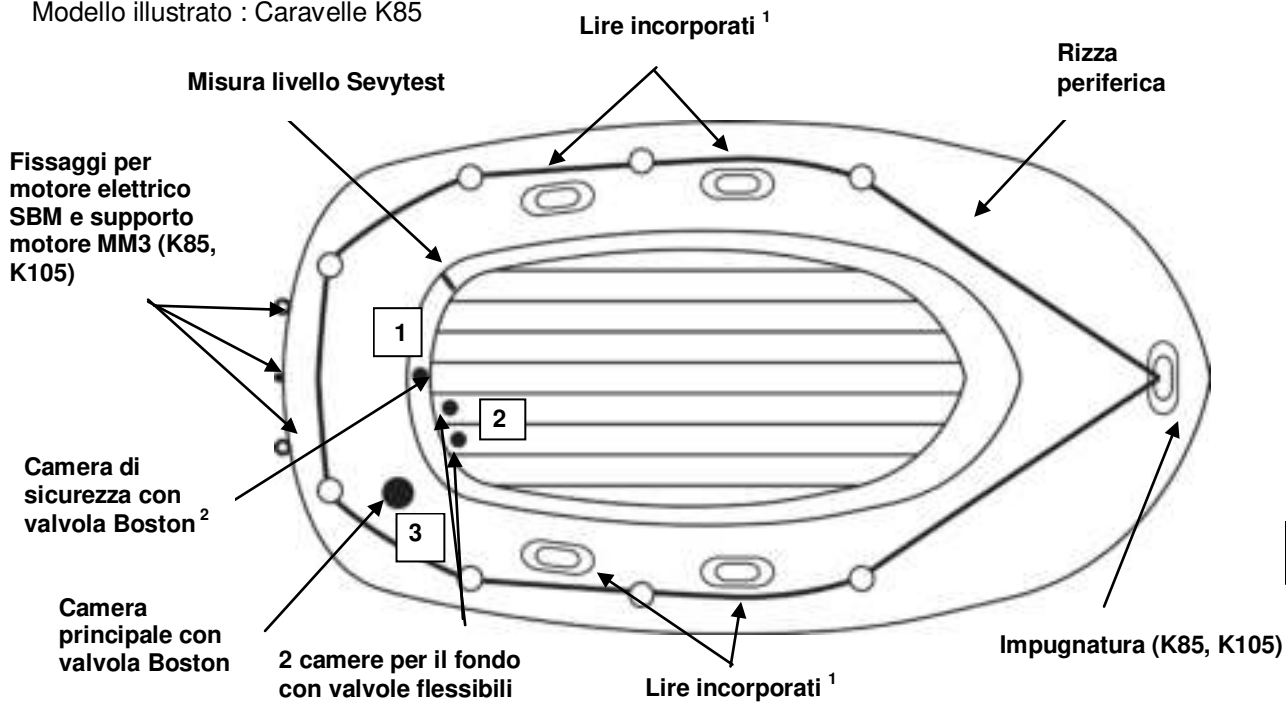

Figura 1
- Valvola(e) Boston (figura fronte) : svti il cappuccio della valvola (1), avviti il corpo della valvola (2) nella base della valvola (3) ; abbia cura che il cappuccio resti accessibile. Inserisca l'estremità del gonfiatore nella valvola e gonfi fino a raggiungere il livello di pressione raccomandato (vedere punto 3). Dopo il gonfiaggio, chiuda bene tutte le valvole con il loro cappuccio (nel senso delle lancette d'un orologio). **N.B.** : una leggera fuga d'aria prima della chiusura è normale, solo il **cappuccio della valvole assicura la TENUTA STAGNA**.
2. Gonfi l'imbarcazione secondo l'ordine di gonfiaggio indicato sulla placca d'immatricolazione stampata sull'imbarcazione (vedere anche figura 1, la numerazione delle valvole).
3. Livello di pressione massimale : **la pressione d'utilizzazione di questo prodotto è di : 0,06 bar (= 60 mbar). Non l'oltrepassate.** La Sua imbarcazione è equipaggiata d'una misura livello Sevytest che permette di verificare la pressione. Gonfi per prima cosa la camera di sicurezza (vedere figura 1), fino al segno "+" del Sevytest, poi la camera principale (vedere figura 1) fino al segno "-". **Sovrapressione** : sgonfi fino a raggiungere il livello di pressione raccomandato. **Calo di pressione** : rigonfi leggermente. **N.B.** : può accadere che l'indicatore della misura livello SEVYTEST non ritorni alla posizione iniziale dopo frequenti gonfiaggi a causa d'un allungamento del PVC sotto l'influsso della pressione di gonfiaggio. Ma potrà ancora verificare che esso è posizionato dentro i limiti dei livelli di pressione raccomandati.